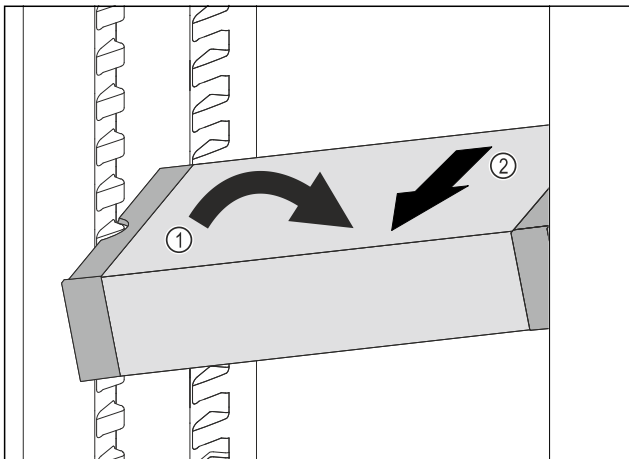

Fig. 129
- ▶ Наклонете VarioSafe в хладилната част. Fig. 129 (1)
- ▶ Извадете VarioSafe напред. Fig. 129 (2)